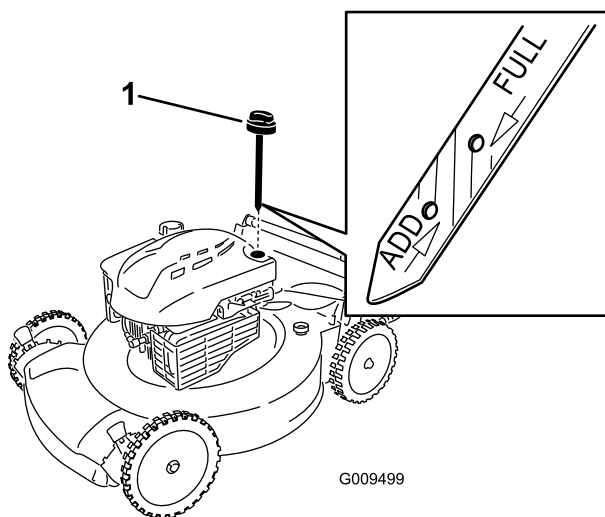

Figure 6
1. Retirez la jauge (Figure 6).
2. Versez de l'huile lentement dans le goulot de remplissage pour faire monter le niveau de liquide jusqu'au repère du plein (Full) sur la jauge (Figure 6). **Ne remplissez pas excessivement.**